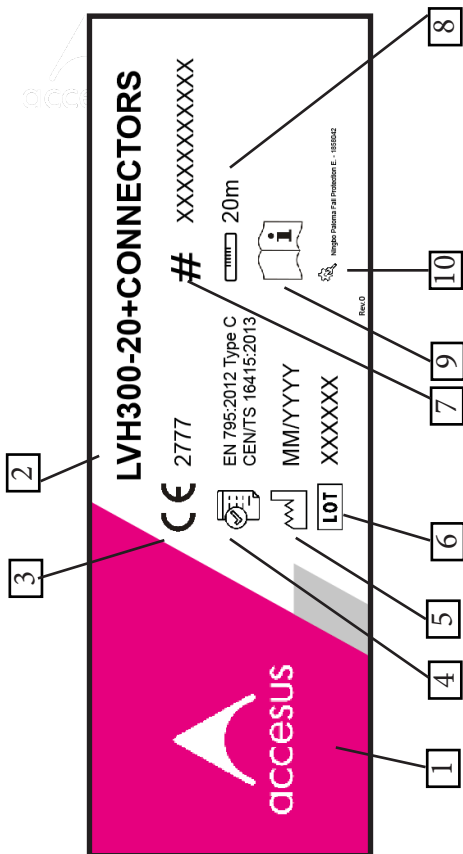

Fig. 1
8. Longitud máxima del producto // 9. Atención: leer las instrucciones // 10. Fabricante y referencia del fabricante (ver Fig.1)
10. Manufacturer and manufacturer reference (see Fig.1)